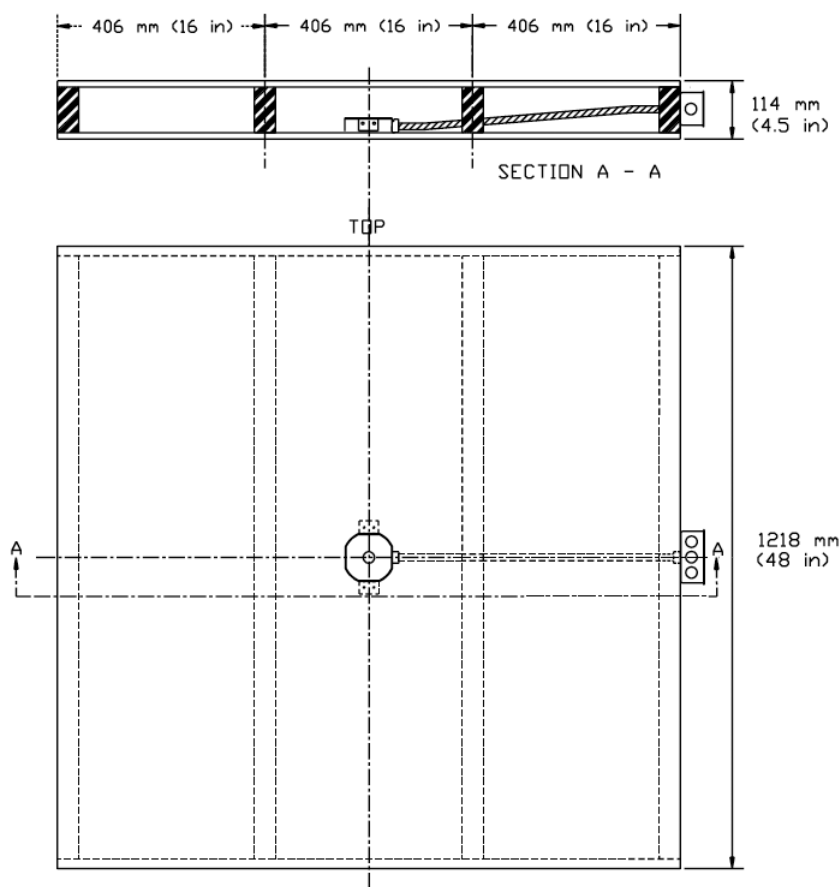

图 7-47 UL1598 标准
- 内支架侧面应为 2×4 比例的木结构，如图 7-47 所示。